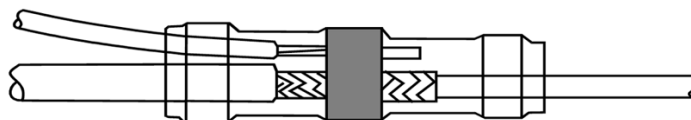

Figure 3-2.
- Installez le manchon thermique comme indiqué à la figure 3-2 (CASA AC 21-99). Prévoyez un fil de reprise de masse de 4 pouces (10 centimètres) :